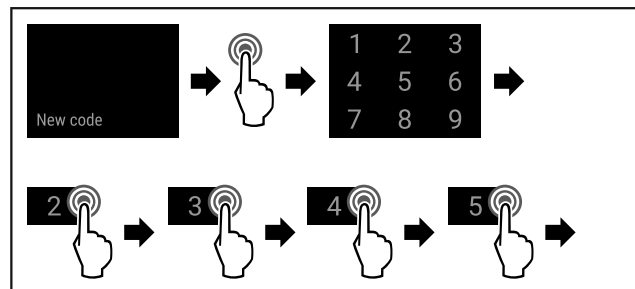

Fig. 82
- ▶ Провести етапи операцій (див. Fig. 82).